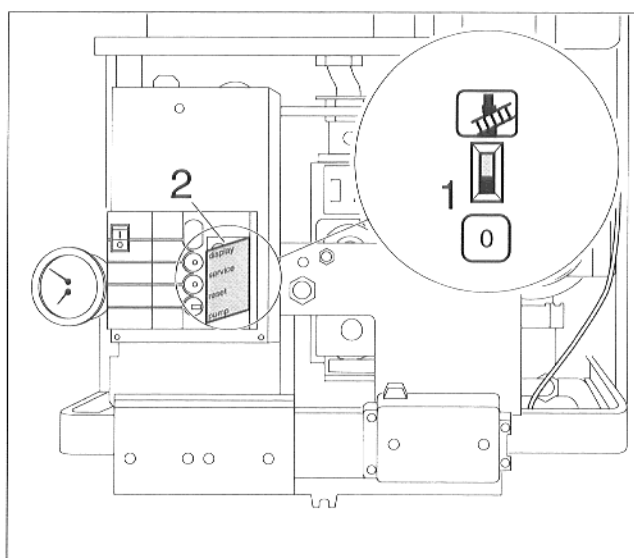

Abb. 27 Schornsteinfegerschalter
- Schornsteinfegerschalter (Abb. 27, Pos. 1) in Stellung „0“ stellen.
- Abdeckung der 2. Bedienebene (Abb. 27, Pos. 2) wieder aufstecken.